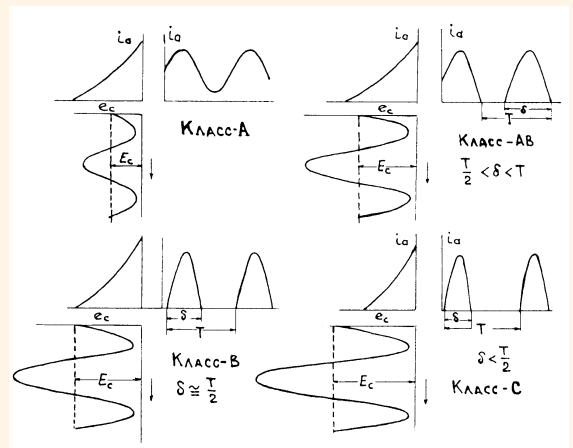

Рис. 55. Классификация режимов работы усилителей. Определение идет по той части входного сигнала, по которой идет анодный ток. (Авт. Daley).
Тем более прискорбно, когда разработчики путаются в определении режимов, которые получили строгое и точное описание более 50 лет назад (Рис. 55) (96).
Какой бы режим усиления не применялся, увеличение сигнала на входе создаст соответствующее увеличение выходного сигнала, так что удлиняемая часть линии нагрузки упрется в препятствие. На рис. 55 можно увидеть, что при движении от класса -А к классу -С выходной сигнал может быть явно больше, чем в других режимах. Так как увеличение возможно и по току и по напряжению (Δe , Δi), то и результирующая мощность также будет больше. И это главная выгода от применения режима -АВ вместо -А. На той же линии нагрузки теперь расположится полуволна вместо целой волны. Усиленный режим -АВ не так уж сильно уступает в качестве чистому -А.³⁹